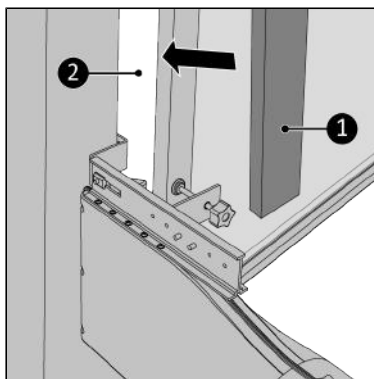

Figure 179.
17. Comblez les espaces vides (Figure 179, pos. 1) avec la mousse d'isolation fournie (Figure 179, pos. 2), découpez la mousse si nécessaire\*.